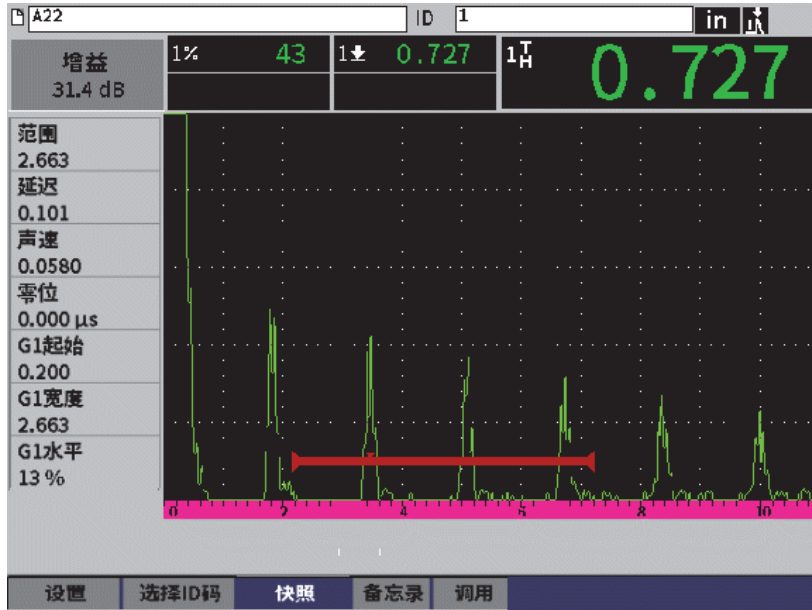

图 9-9 保存文件中的波形和数据
1. 屏幕上显示波形数据页时，转动调节旋钮，加亮显示**快照**按钮（参见第 127 页的图 9-9）。